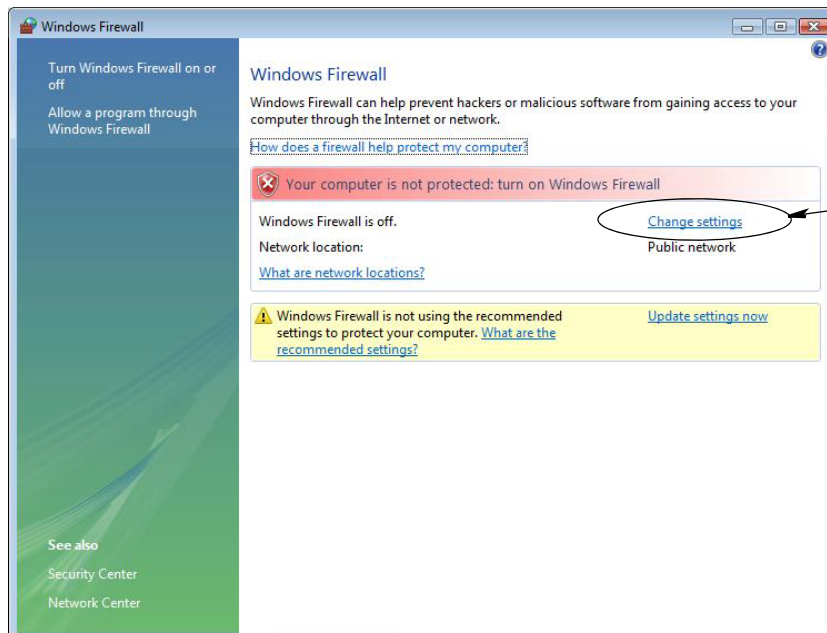

Рис. 27
2. Выберите «Изменить настройки» (Рис. 27).